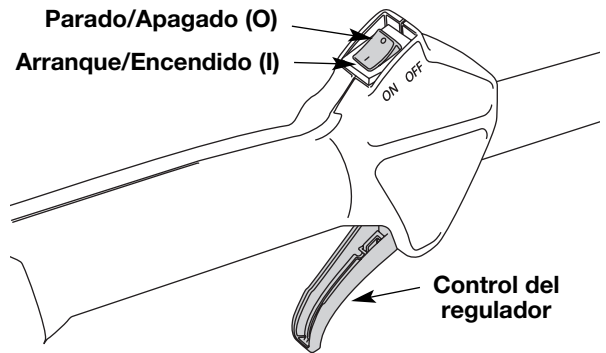

Fig. 9
**NOTA:** No hay necesidad de encender la unidad. El Control de Parada Encendido/Apagado (On/Off) está en la posición Encendido (ON) (I), en todo momento (Fig. 9).